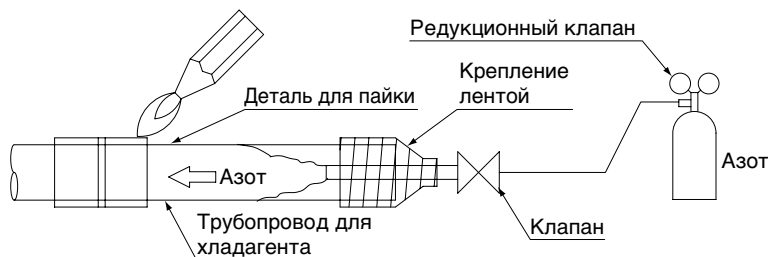

Рис. 5
- Во время пайки трубопровода с хладагентом, работу начинайте после удаления азота (*1) или же паяйте, когда азот перетекает в трубопровод с хладагентом (*2) (См. рис. 5), после чего соедините BS-блок и внутренний блок с помощью гаечного или фланцевого соединения.